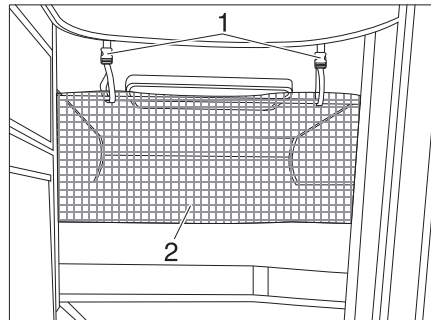

Bild 169 Sicherungsnetz
Das Sicherungsnetz (Bild 169,2) ist serienmäßig zwischen Matratze und Lattenrost verstaut. Das Sicherungsnetz erst aufspannen, wenn sich die Person bereits im Bett befindet.
*Aufspannen:* ■ Die Haltebänder (Bild 169,1) in die Halterungen an der Decke einrasten.